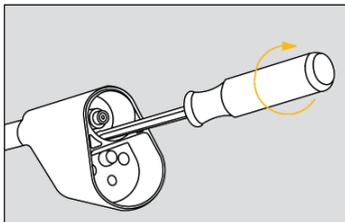

Abb. 3
- Befestigen Sie den Batteriedeckel mit den beiden Zylinderschrauben im Kopfteil (Seite 20 / Abb. 3). Achten Sie darauf, dass die beiden kleinen schwarzen O-Ringe richtig in der Senkung aufliegen.